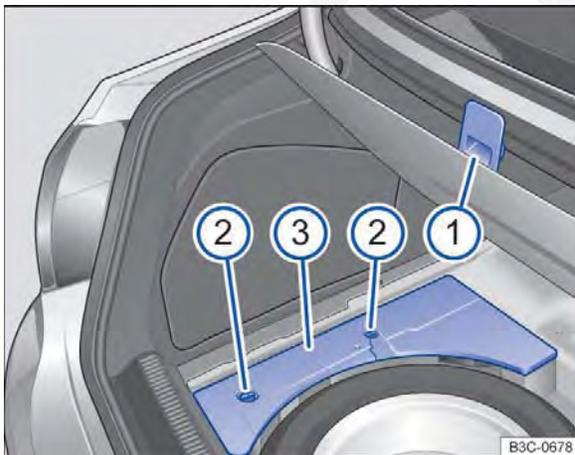

Fig. 226 No compartimento de bagagem, sob o revestimento do assoalho preso ①: roda sobressalente e cobertura ② das ferramentas de bordo.
Em uma peça de espuma sob o revestimento do assoalho:	<ul style="list-style-type: none"> – Prender o revestimento do assoalho na borda superior do compartimento de bagagem ⇒ Fig. 226 ①. – Girar o fecho rápido ② em 90° para retirar a cobertura ③ das ferramentas de bordo.